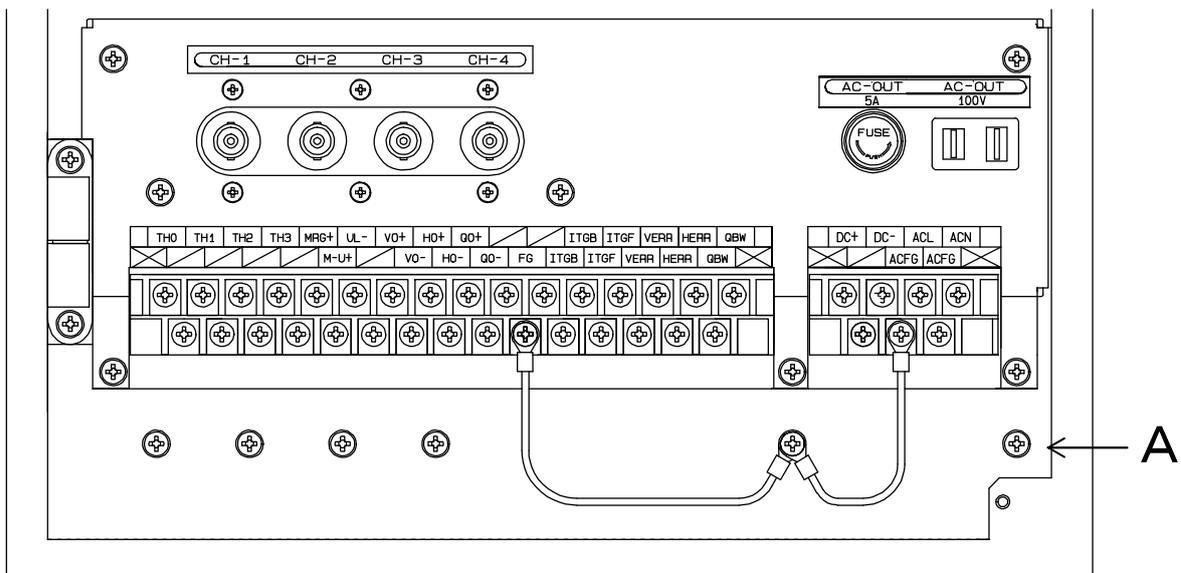

図5-1 本体外部接続用端子付近（電源仕様：AC100Vの場合）
- 2) 本体と外部機器の配線は図5-1、2及び表5-1を参照して行ってください。